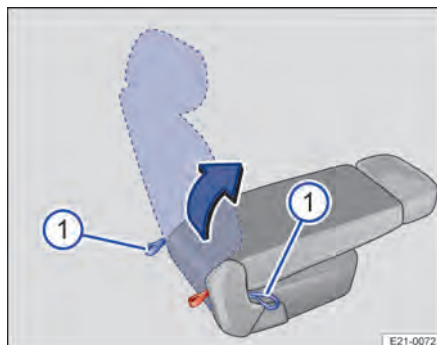

Fig. 69 Deuxième rangée de sièges : basculement vers l'avant et relèvement du dossier de siège
4. Tirez l'une des dragonnes → fig. 69 ① situées derrière le siège vers l'arrière ou
1. Tirez l'une des dragonnes situées derrière le siège vers l'arrière ou sur le côté du siège vers l'avant et maintenez dans cette position → **fig. 69** . Relevez légèrement le dossier de siège puis relâchez la dragonne.